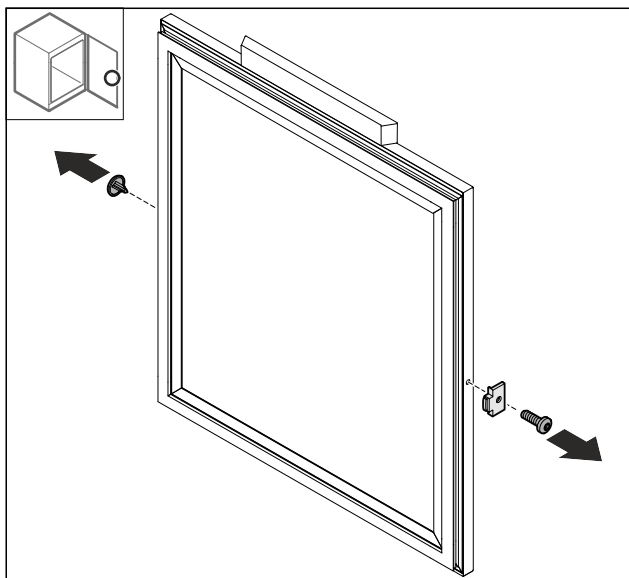

Fig. 48
- Ta bort skyddet Fig. 48 (1).
- Demontera dörrstoppet Fig. 48 (2).